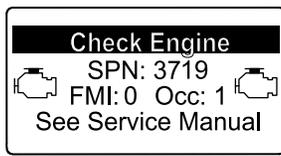

Figura 48
- Advertencia del motor SPN 3719, FMI 0 (Figura 48)